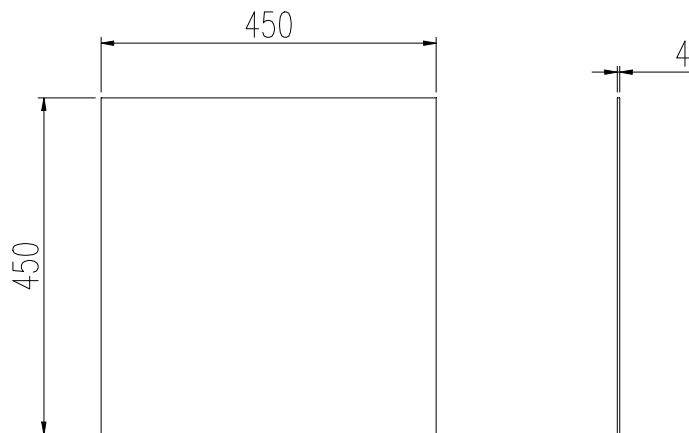

图4 铝散热板尺寸图
注：1. 产品的最终安装环境需要满足模拟散热环境的要求。（请参考图4的铝散热器）
4) 安装要求 (图 4)
为了满足降额曲线和整机性能指标, 实际安装要求机壳底面紧贴散热铝板或相同尺寸的机壳 (建议散热板尺寸如图 4所示, 单位 mm)。为了优化散热性能, 铝板表面必须光滑并涂敷导热脂, 且必须安装在铝板中心位置。(本规格书中指标, 是在建议环境下测试的结果)